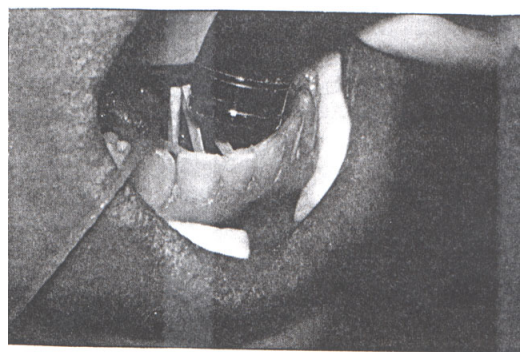

Рис. 3: Упрочняющий элемент из гибкой керамики прихвачен, от зуба к зубу.
9. Прихватите GlasSpan при помощи полимеризации светом “зуб за зубом”, пока все элементы не будут охвачены (рис.3). Помогает использование пластикового инструмента для адаптации GlasSpan’a к каждому зубу. **Вы обнаружите, что GlasSpan совершенно гибок: будет легко адаптировать пластиковым инструментом GlasSpan впритык к каждой поверхности зубов, а также межпроксимально.**